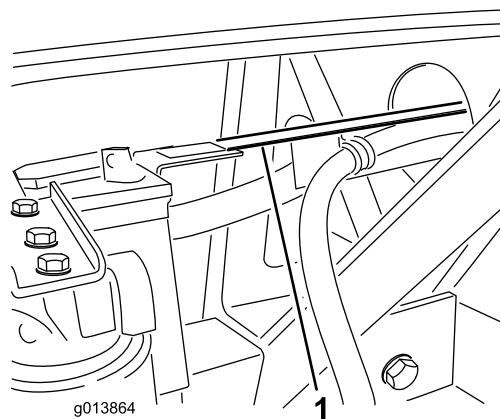

Figura 10
34. La guía de las mangueras debe descansar sobre la pestaña de la pata vertical de la bandeja de la batería (Figura 10). Si los taladros de la guía de las mangueras no quedan alineados con los taladros de la pestaña de la bandeja de la batería, puede ajustarse la longitud de la guía aflojando los pernos que la sujetan al soporte del depósito hidráulico y deslizando la guía hacia adelante o hacia atrás, según sea necesario.
35. Sujete la guía de las mangueras a la pestaña de la bandeja de la batería usando 2 pernos ($\frac{1}{4}$ " x $\frac{3}{4}$ ") y contratueras con arandela prensada (Figura 10).